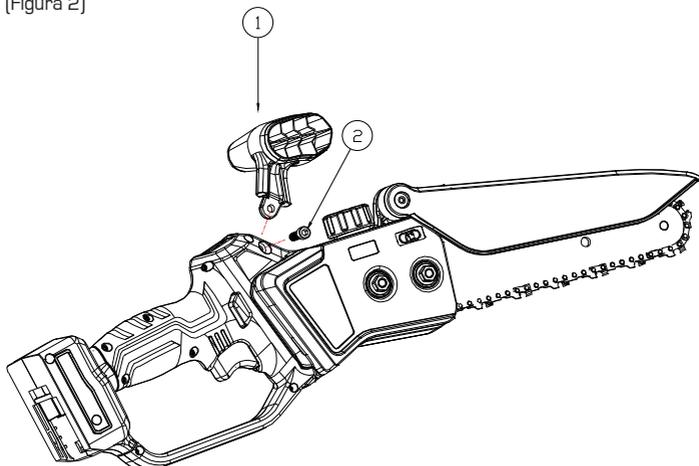

Figura 2
- a) Assemblare l'impugnatura mano sinistra particolare n.1 fissandola con la vite particolare n.2. (Figura 2)